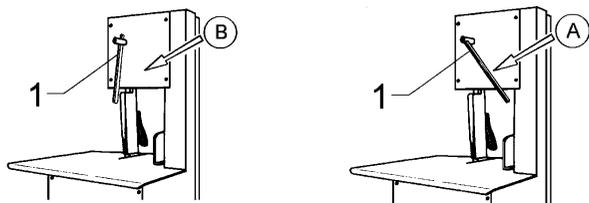

рис. 7.6.1
- Натянуть пилу, повернув рычаг и переведя его в положение «А» (рис. 7.6.1).
### 7.6.1 - Регулировка натяжения (рис. 7.6.1)
Если рычаг находится положении «А» (рис. 7.6.1), пила натянута. Для разблокировки пилы перевести рычаг вниз, в положение «В».